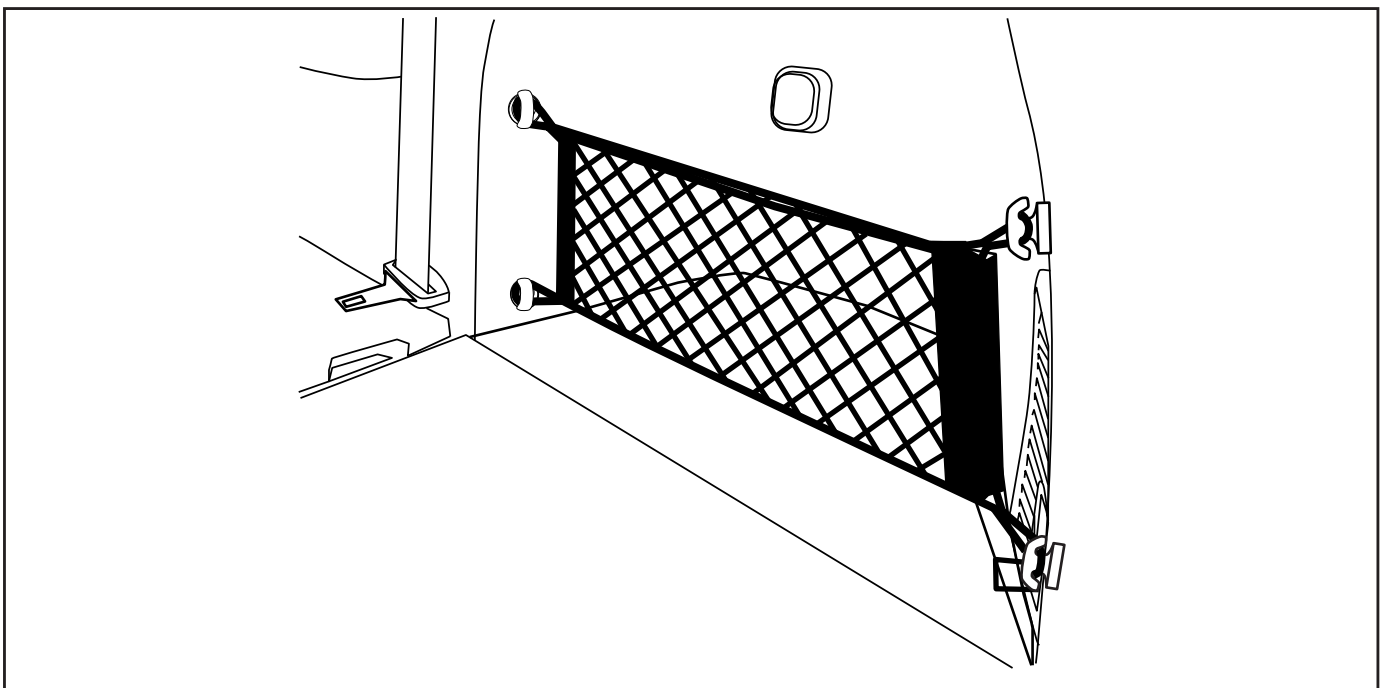

Fig. 21
22. Install Side Cargo Net (Fig. 21)